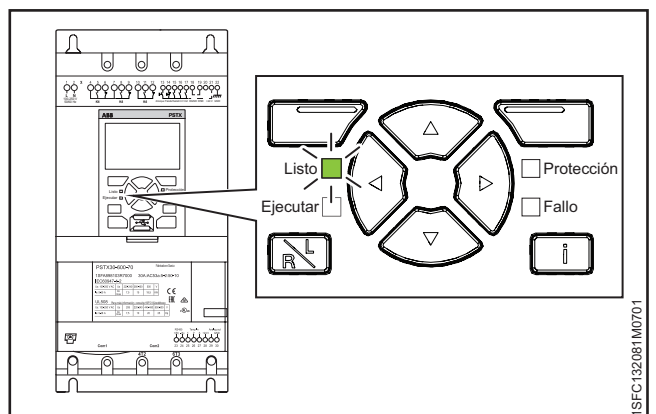

Figura 2.7
- El LED verde "Listo" parpadea en la interfaz de usuario, consulte la **Figura 2.7**.